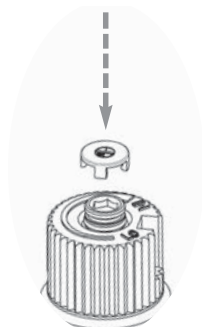

Fig. 6
- 22) Re-assemble the black protection cap (Fig. 6).